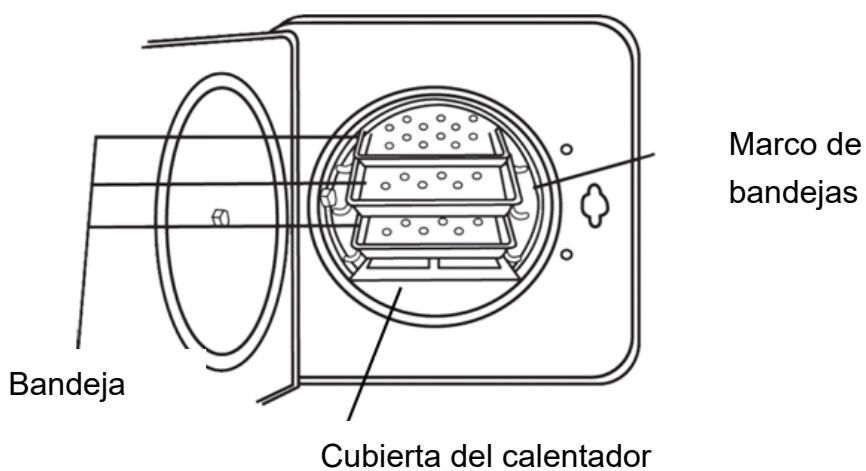

Figura 7
E. Instale la bandeja según se muestra en la Figura 7. (accesorio opcional)